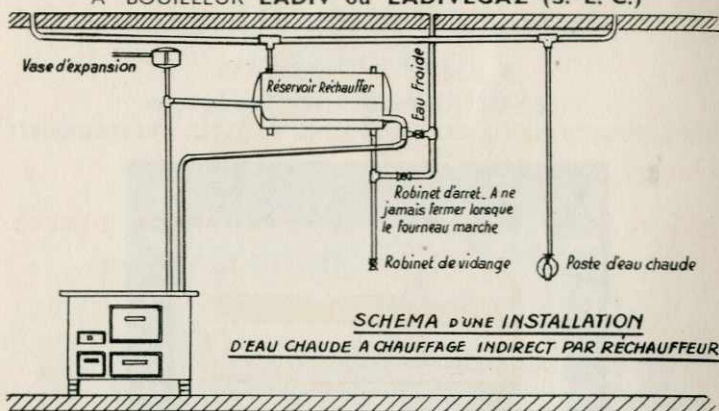

Fig. 1
**NOTA.** — Nous recommandons l'installation fig. 1 qui évite tout entartrage, et dont la durée est illimitée. (Surveiller les pentes des tuyaux aller et retour.)